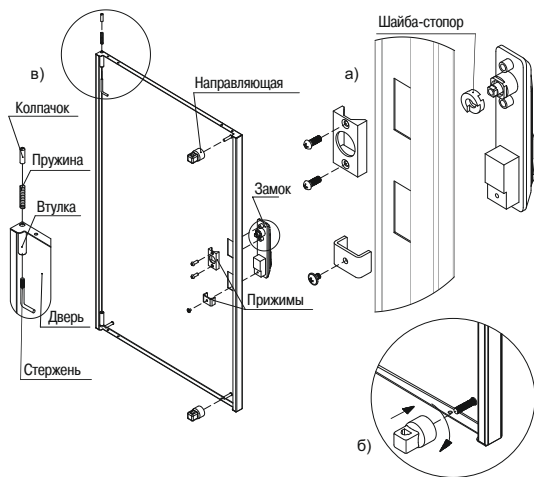

Рисунок 10 – Сборка дверей
4.4.1 Извлеките из второго места перфорированную дверь в зависимости от комплектации. Вставьте замок в посадочные квадратные отверстия, закрепите замок прижимами (рисунок 10а), направляющие наверните на шпильки (рисунок 10б).
Для сборки петли сначала вставьте пружину во втулку, пропустите во втулку стержень и заверните колпачок (рисунок 10в).